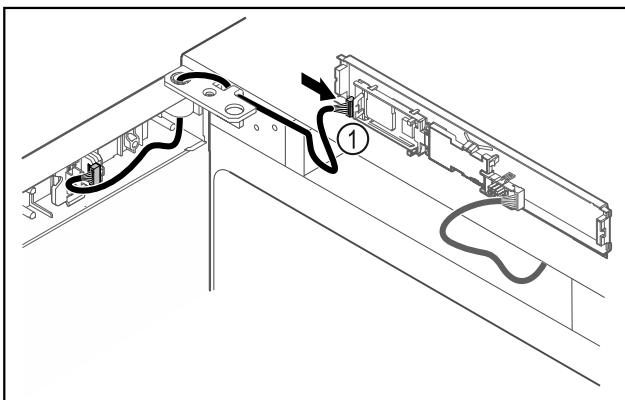

Fig. 41
► Stecker Fig. 41 (1) an Platine anstecken.